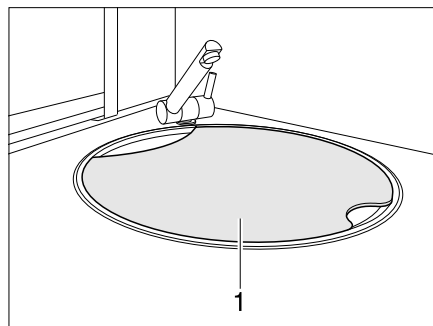

Bild 7 Spülenabdeckung
- ▶ Bei einem Unfall oder bei einer Notbremsung kann die Spülenabdeckung (Bild 7,1) die Insassen des Fahrzeugs verletzen. Vor der Fahrt die Spülenabdeckung von der Spüle nehmen und sicher im Küchenblock oder im Kleiderschrank verstauen.